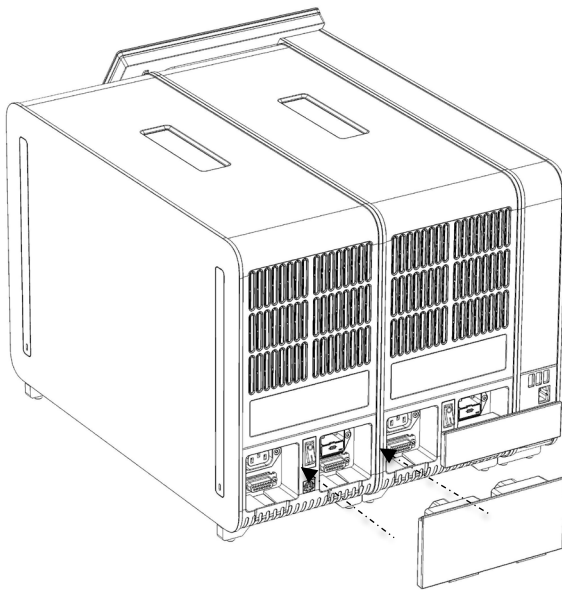

图 18. 连接分析/分析模块桥。
6. 连接 QIAstat-Dx Analyzer 1.0 背面的分析/分析模块桥，使两个分析模块连接到一起（图 18）。